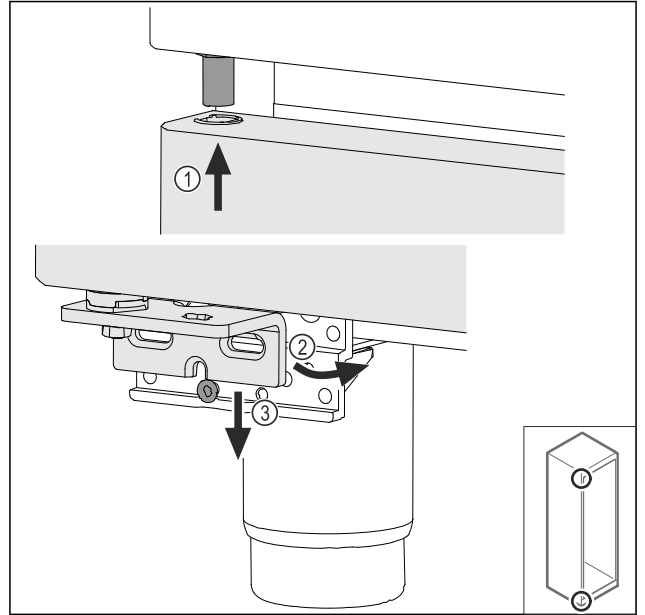

Fig. 39
- ▶ Liitä ovi ylhäällä hieman kallistettuna Fig. 39 (1), suuntaa ovi suoraan Fig. 39 (2) ja aseta alhaalla laakerijalustan ruuvin Fig. 39 (3) päälle.